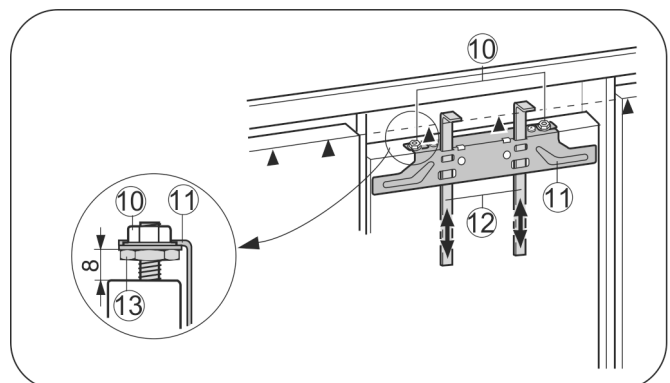

Fig. 17
- ▶ Засоби для монтажу Fig. 17 (12) підніміть на висоту дверцят шафи. Нижнє кріплення ▲засобу для монтажу = верхній край монттованих дверцят шафи.
- ▶ Відкрутіть траверсу кріплення Fig. 17 (11) за допомогою контргайок Fig. 17 (10).